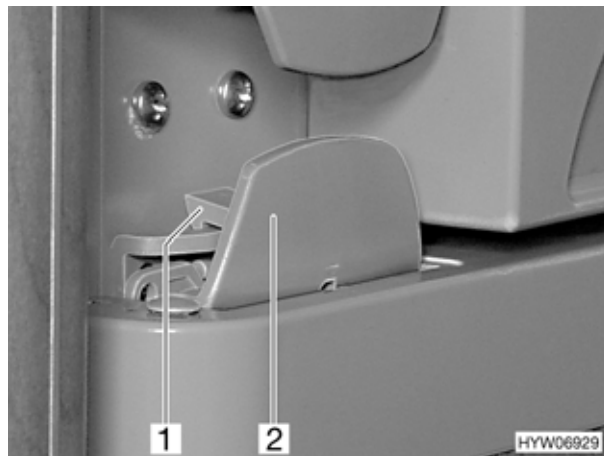

Fig. 161 Bloccaggio della porta del frigorifero, chiusa (variante 2)
- Aprire la porta del frigorifero tirando la maniglia (Fig. 161,2). Il bloccaggio (Fig. 161,1) si sblocca automaticamente.